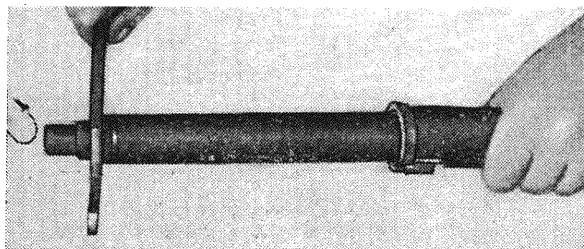

Рис. 95
7. Вывернуть ключом пробку из цилиндра пневмоперезарядки, для чего цилиндр пневмоперезарядки вставить в прибор для поджатия возвратной пружины. Отделить от пробки опорную втулку, пружину клапана, поршень и клапан (рис. 95).